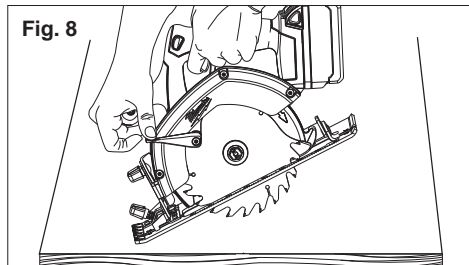

Fig. 8
1. Commencer à un coin, aligner la ligne de vue avec la ligne de coupe. Basculer la scie vers l'avant, en fixant fermement l'avant du patin sur la pièce de travail (Fig. 8). La lame doit être juste au-dessus de la ligne de coupe, sans la toucher. Relever le garant inférieur en utilisant le levier du garant inférieur.